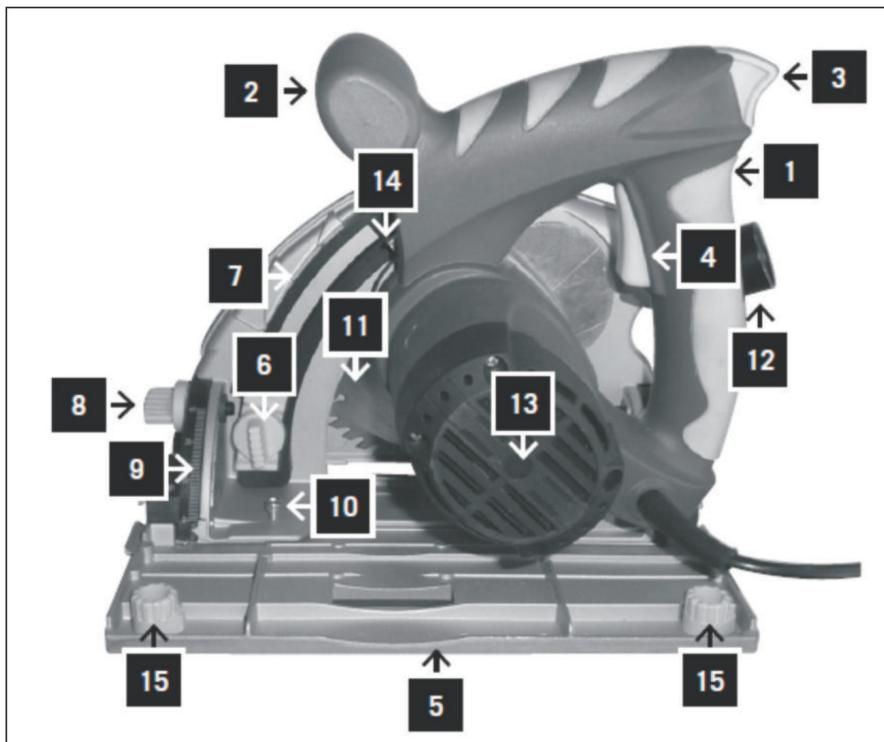

Рис. 2
2. Зафиксировать пильный диск с помощью кнопки фиксации диска (поз. 14, Рис. 2);
При угле наклона  $0^{\circ}$  по шкале угла наклона диска (поз. 9, Рис. 2) плоскость пильного диска с плоскостью опорной платформы образует прямой угол. В этом положении указатель шкалы указывает на  $0^{\circ}$ . В случае, если при установке прямого угла между пильным диском и опорной платформой указатель шкалы отклонился от отметки  $0^{\circ}$ , необходимо выполнить калибровку прямого угла. Калибровка прямого угла выполняется с помощью откручивания/закручивания (в зависимости от того, в какую сторону необходимо выполнить калибровку) винта калибровки прямого угла (поз. 10, Рис. 2).